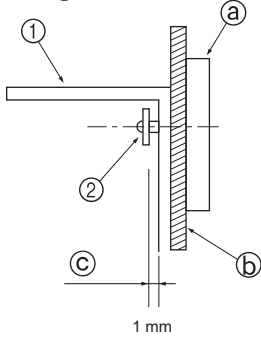

Fig. 3-4
- İlk olarak köşebendi duvara monte edin ve daha sonra köşebent yukarı ve aşağıya doğru hareket edebilecek şekilde vidaları sıkıştırın. (Fig. 3-4)